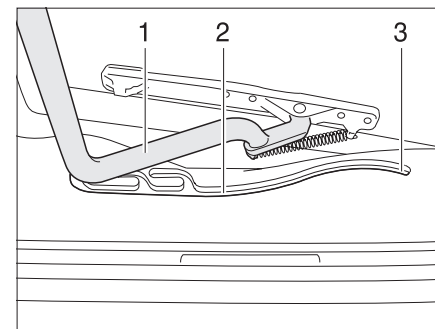

Fig. 34 Claraboya Heki, guía
- ▶ Tirar la horquilla (Fig. 34,1) en las guías (Fig. 34,2) hasta la posición trasera final (Fig. 34,3).
- ▶ Empujar el estribo (Fig. 34,1) ligeramente hacia arriba con ambas manos.
- ▶ Presionar el estribo hacia arriba con ambas manos hasta que la horquilla se encuentre encima del botón de seguridad (Fig. 34,2).
- ▶ Tirar el estribo en las guías (Fig. 34,2) hasta la posición deseada.